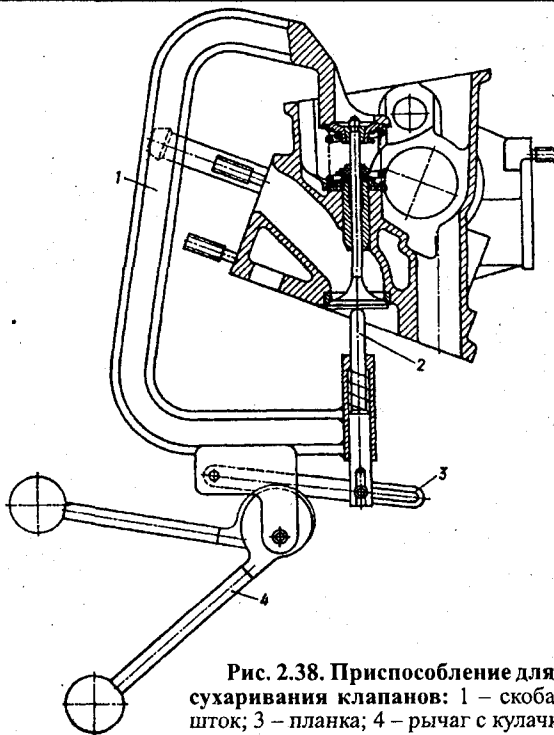

Рис. 2.38. Приспособление для рас-
– Сжав пружины при помощи съемника (рис. 2.38) или другого приспособления, вынуть сухари и, постепенно отпуская пружины, снять тарелку пружины клапана, пружины и шайбу.